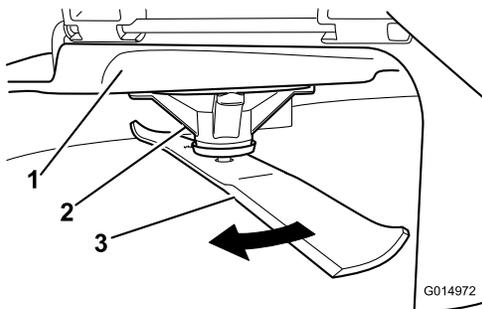

Рисунок 56
2. Используя толстые перчатки или другие подходящие средства защиты рук, медленно поверните нож в положение, позволяющее измерить расстояние от режущей кромки до уровня горизонтальной поверхности, на которой стоит машина (Рисунок 56).